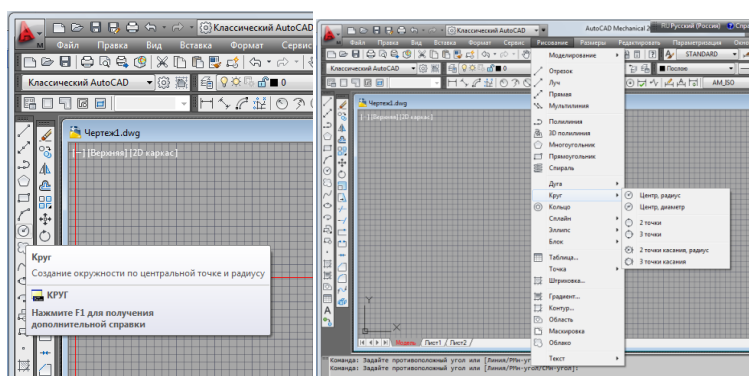

Рисунок 2.9 – Команда «Круг»
– из строки меню «Рисование» – «Круг» (рисунок 2.9).